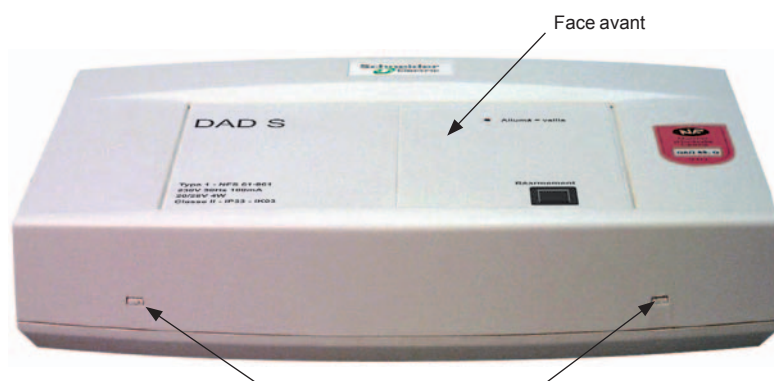
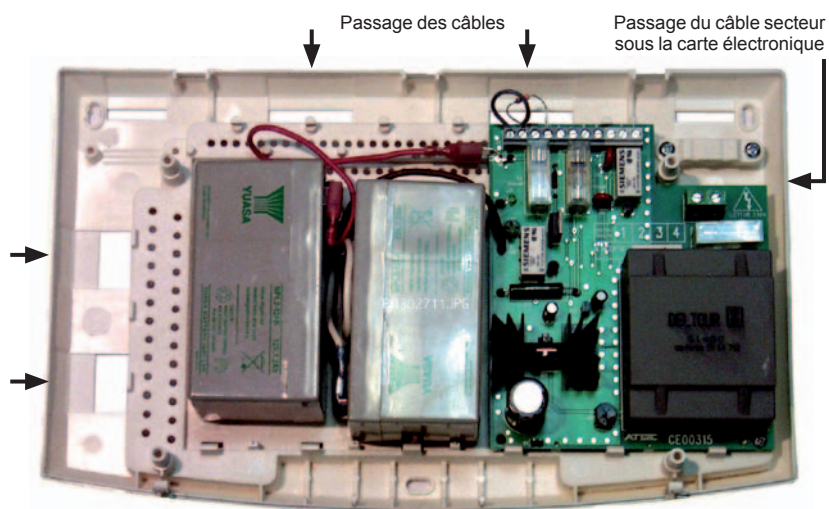

Figure 1
Figure 2
La hauteur conseillée pour la fixation murale du DAD S est de 1 m à 1,80 m du sol. Pour accéder aux trous de fixation, retirer le pourtour du boîtier en introduisant un tournevis dans les encoches situées sur la partie inférieure du boîtier et en faisant pression sur les deux languettes (cf. figure 1). La face avant reste en place, il n'est pas nécessaire de la démonter.
Les câbles extérieurs arrivent par le haut ou sur les côtés du tableau (cf. figure 2).
**Nota :** pour effectuer les raccordements, il faut retirer le pourtour du boîtier en le déclinçant (cf. figure 1). Il n'est pas nécessaire de démonter la face avant. Des ouvertures sont disponibles pour le passage des câbles (cf. figure 2).
**Nota** : pour accéder aux batteries ou aux fusibles, il faut retirer le pourtour du boîtier en le déclinant (cf. figure 1) puis démonter la face avant (une vis à chaque coins). Au retrait de la face avant, attention au branchement du bouton de réarmement.